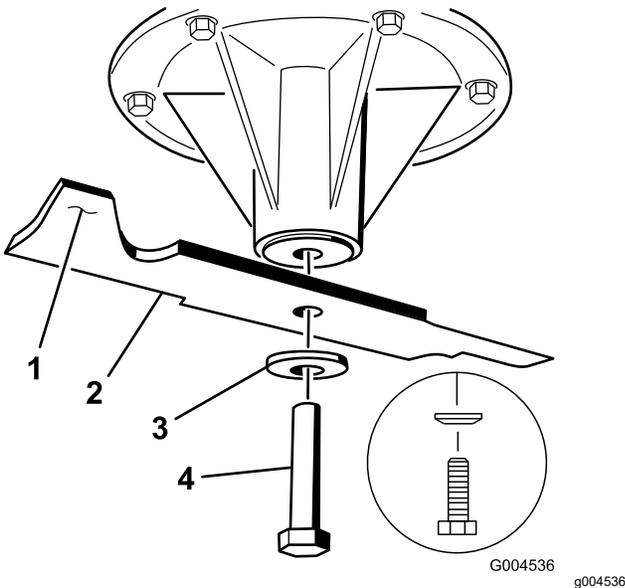

図 73
2. スピンドルシャフトにブレードを取り付ける **図 73**。
3. 湾曲ワッシャとブレードボルトを取り付ける **図 73**。
注 湾曲ワッシャは、円錐先端側をボルトの頭に向けて取り付ける **図 73**。